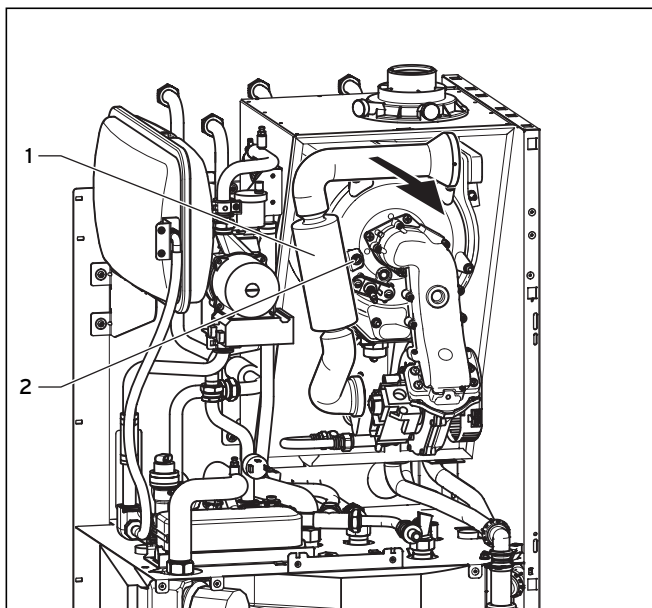

Fig. 6.4 Nedvipning af indsuigningsrørforlængelsen (afbildet VSC 126-C 140/VSC 196-C 150)
- Vip indsuigningsrørforlængerrøret (1, fig. 6.4) op igen.
- Fastgør indsuigningsrørforlængelsen (1, fig. 6.4).